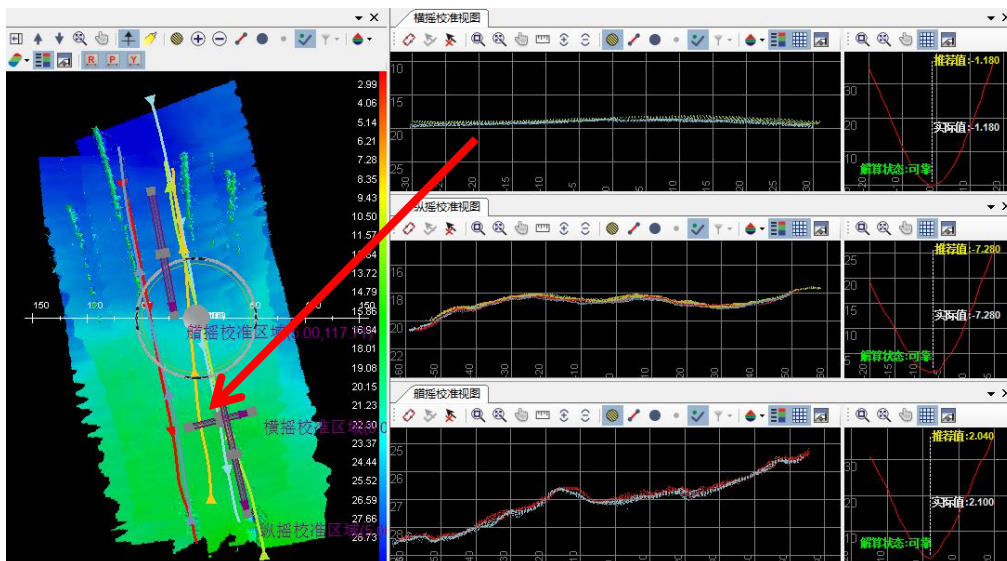

图 11.3 横摇校准
(2) 点击控制面板的『校准』项，如果是双探头模式，『设备』可以选择“左探头”和“右探头”分别进行校准。
(3) 点击『横摇校准视图』的  按钮，然后在『安装校准视图』中的 3D 视图界面，找到两个测线文件重叠比较好的地方，并且地势比较平坦，垂直测线方向拉一个矩形的校准区域，然后调整区域的宽度和位置，观察右侧校准曲线的变化，校准曲线呈现为光滑的漏斗状表明选择的区域比较适合作为校准区域。选择横摇校准区域后，软件会自动计算出一个推荐横摇校准值，如果选择使用该推荐值，请在“实际值”栏中输入该推荐值或者点击 ，然后根据实际需要进行手动调整横摇校准值，使选择区域的两条测线重合，如图 11.3 所示。